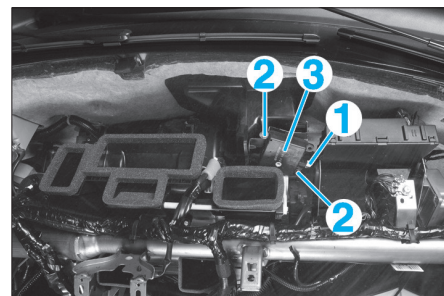

Fig. 19
- Débrancher le connecteur (1) (Fig.19),
- les vis (2),
- le motoréducteur (3).